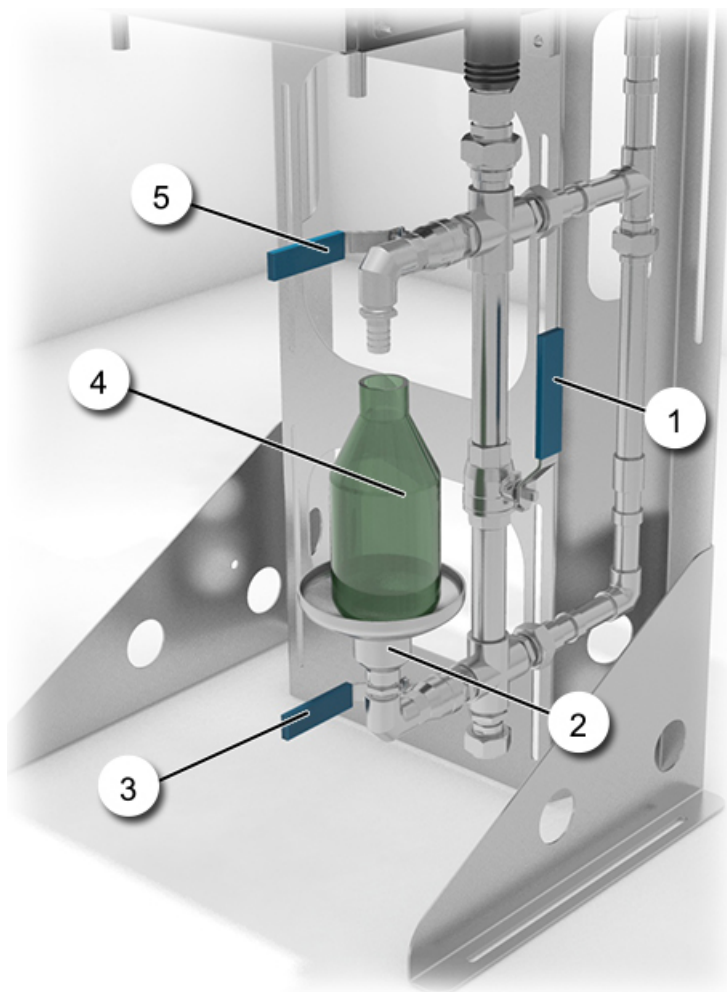

Abbildung 20: Probeentnahme-Einrichtung OilGuard 2
2.	Den Ablaufhahn (Abbildung 20, Pos. 3) öffnen.
3.	Den Hahn zum Aufstauen der Probe (Abbildung 20, Pos. 1) schliessen.
4.	Den Hahn zur Probeentnahme öffnen (Abbildung 20, Pos. 5).
5.	Das Gefäss (Abbildung 20, Pos. 4) mit der Probe füllen.
6.	Den Hahn (Abbildung 20, Pos. 5) nach entnommener Probe wieder schliessen.
7.	Den Hahn zum Aufstauen der Probe (Abbildung 20, Pos. 1) langsam wieder öffnen.
8.	Den Ablaufhahn (Abbildung 20, Pos. 3) wieder schliessen.